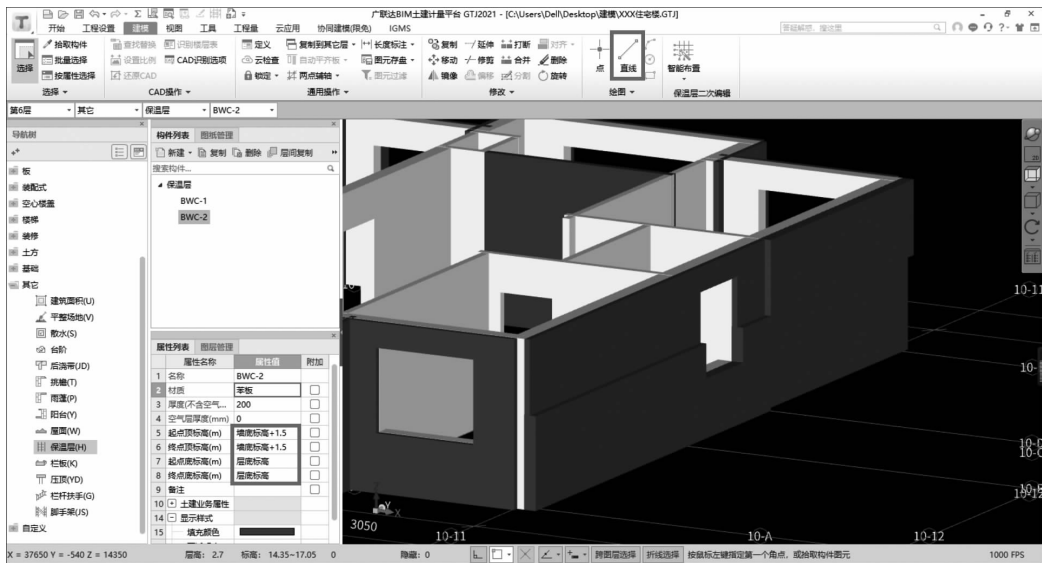

图 1-18 保温层优化
(3) 新增优化功能。
①保温层优化,增加标高信息及直线处理。同一墙面不同高度的保温层厚度不同时,可以通过设置起点底标高和顶标高、终点底标高和顶标高完成定义(见图 1-18),优化了原功能通过手工计算或打断墙体定义的方式。